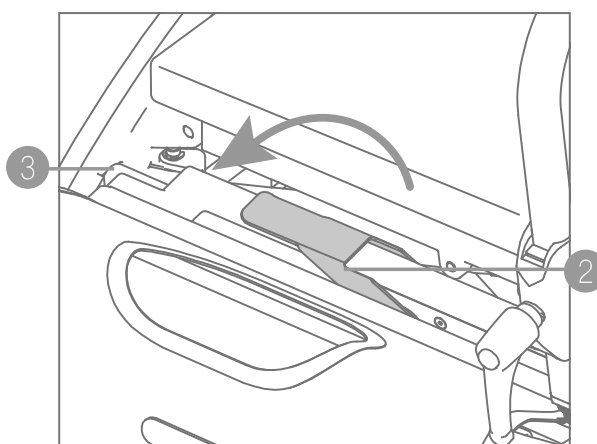

Figure 39: Verrouillage du kit fauteuil roulant.
- d. Poussez la poignée rouge vers le bas sans forcer pour verrouiller le kit fauteuil roulant. Les boulons de verrouillage seront libérés et l'ensemble sera correctement fixé **(Figure 39)**. Vous pouvez maintenant utiliser le Rollz Motion Electric comme déambulateur tout en transportant le kit fauteuil roulant.